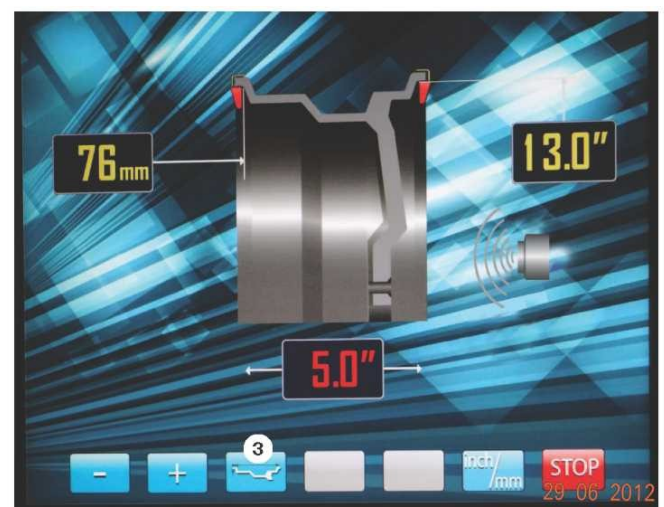

рис.10.4.
10.3. После введения дистанции до колеса и диаметра с помощью штанги по пункту 10.2 в правой части экрана появится изображение УЗ датчика (рис.10.4).